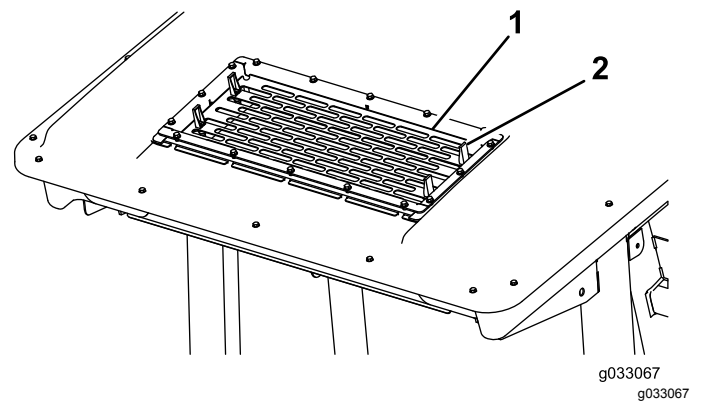

Figura 56
2. Levante las 4 pestañas de la rejilla del aire acondicionado (Figura 56) y retire la rejilla por la parte superior de la cabina.